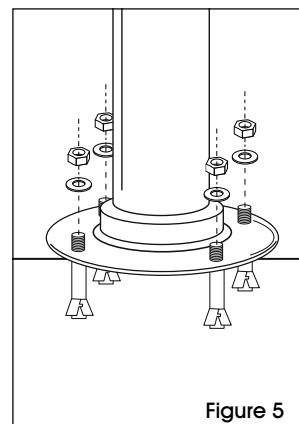

Figure 5
2. Insérez quatre boulons d'ancrage dans les trous et placez le poteau sur les boulons. Fixez le tout à l'aide des rondelles et des écrous. (Voir Figure 5)